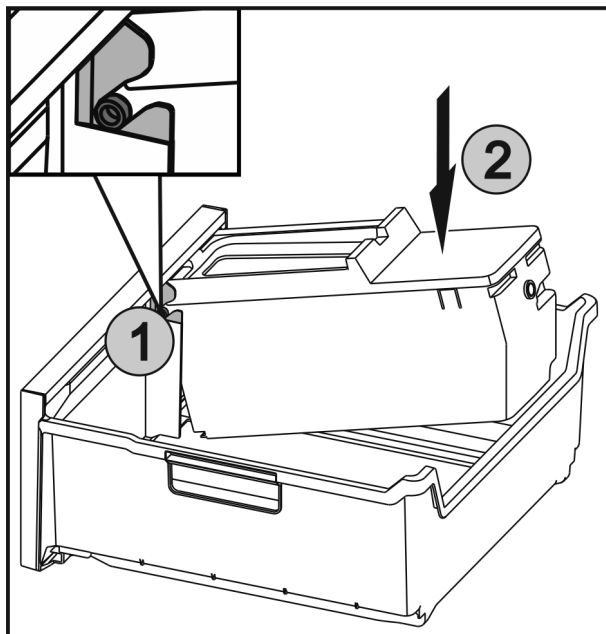

Fig. 42
- Zasuňte osi Fig. 42 (1) na EasyTwist-Ice do vedení a tlačte zadní stranu Fig. 42 (2), kým spona nezapadne.